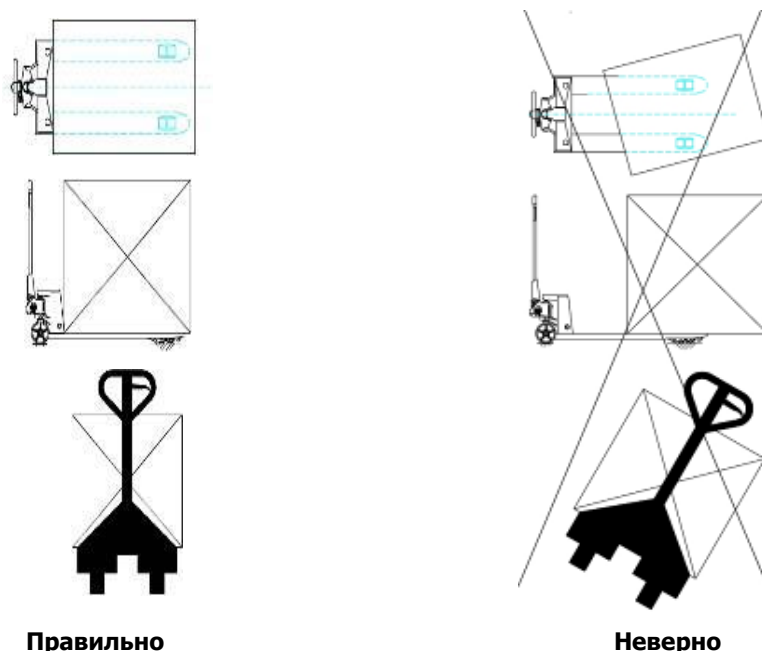

Рисунок 4.
- Перед использованием необходимо проверить колеса (219, 222, 225, 311), комплектность ручки, каркас рычага (204), корпус тележки, педальное управление (327)
- Во время транспортировки персонал должен находиться на расстоянии 600 мм от несущего устройства. Уделяйте внимание центру тяжести во избежание смещения и наклона (см. рисунок 4).